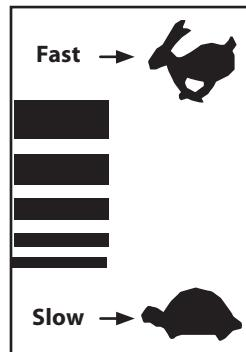

Figura 5-2
- Mueva el control del acelerador a la posición RÁPIDO (liebre). Consulte la Figura 5-2.